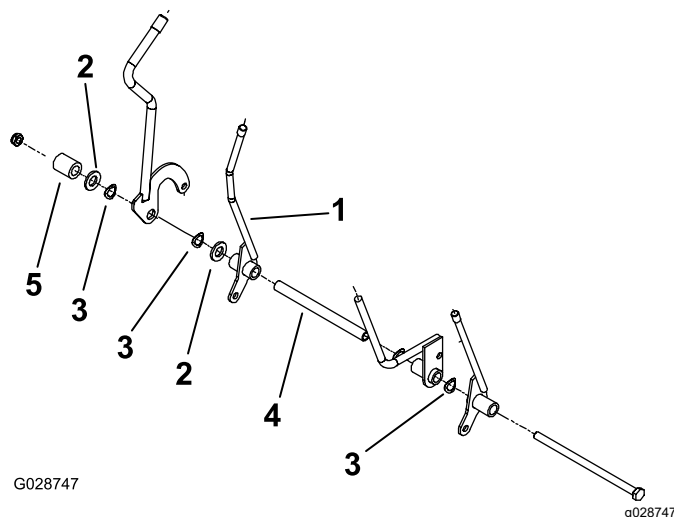

Рисунок 8
Примечание: Расположите рычаг, как показано на Рисунок 8.
8. Установите ранее снятые компоненты на болт, расположив их, как показано на Рисунок 8.
9. Вставьте болт в опорный кронштейн рычага и закрепите ранее снятой гайкой (Рисунок 8).
Примечание: Расположение рычага показано на Рисунок 8.